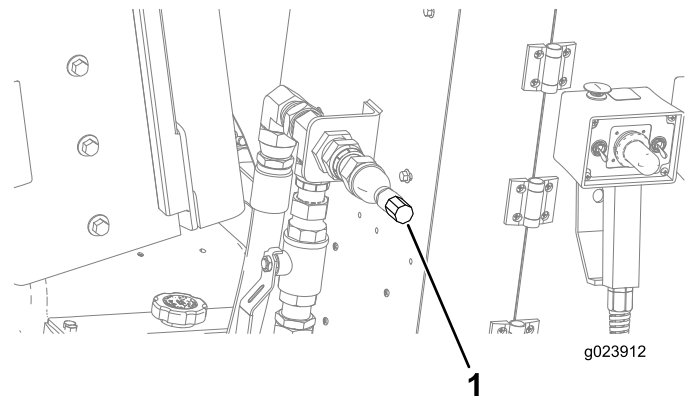

Figure 136
5. Branchez le tuyau d'arrosage auxiliaire au raccord (Figure 136).